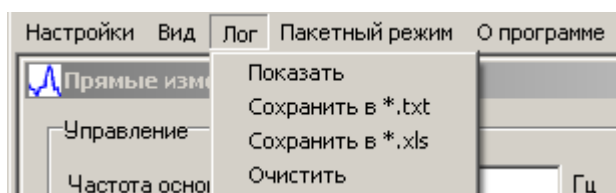

Рисунок 8. Меню «Лог»
5.2.3 Элемент меню главного окна управления измерителем-калибратором «Лог» (см. рисунок 8) содержит следующие подменю: